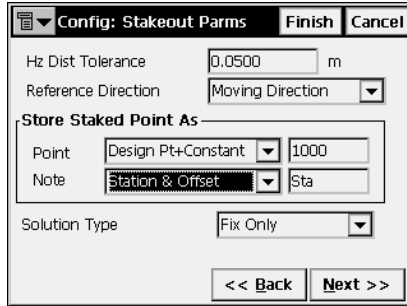

Figura 2-55. Nombre de punto designado + Constante
- *Punto*: establece la regla para definir los nombres de los puntos replanteados (Figura 2-55 en la página 2-50); puede seleccionarse un nombre de punto, el siguiente nombre de punto, elegir un punto con un prefijo predefinido (es decir, stk_01, si el prefijo es “stk_”), o seleccionar un punto con un sufijo predefinido.